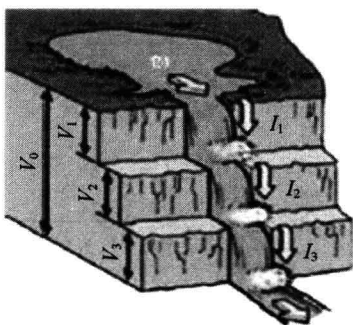
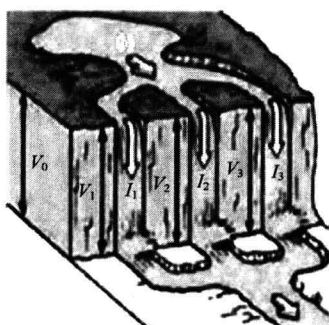

图 1-6 串联
图 1-7 并联
电路中电器元件的连接常见的有两种, 即串联和并联。在电路中两个以上的电器元件首尾依次、中间无分支的连接方式叫做串联, 如图 1-6 所示; 在电路中将几个电器元件的一端连在一起, 另一端也连在一起的连接方式叫做并联, 如图 1-7 所示。
① 串联。用图 1-6 中水流来说明串联电路的特点。此水流的特点是流过每个瀑布的水流量相等，也与源头流出的水量相等（ $I_0 = I_1 = I_2 = I_3$ ）。此外，3 个单独的瀑布高度之和等于总水头的高度（ $V_0 = V_1 + V_2 + V_3$ ）。
② 并联。用图 1-7 中水流来说明并联电路的特点。所有分瀑布的高度都相等（ $V_0 = V_1 = V_2 = V_3$ ）。此外，流经各个分瀑布的水量之和等于水源头流出的总水流量（ $I_0 = I_1 + I_2 + I_3$ ）。